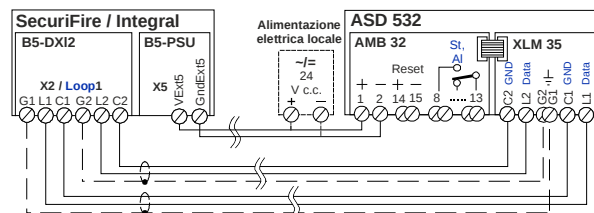

Fig. 38 Allacciamento dall'XLM 35
- Il collegamento o la disposizione dei cavi tra **XLM 35** e la CI SecuriFire o Integral devono rispettare quanto indicato nella Fig. 38 (L1 su L1, C1 su C1, ecc.).